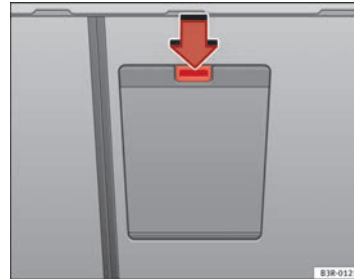

Abb. 115 Ausschnitt der Rücksitzbank von hinten: Deckel des Durchladesacks
- Drücken Sie die Entriegelungstaste für den Deckel der Durchladeeinrichtung und schwenken Sie ihn nach unten ⇒ Abb. 115 (Pfeil).